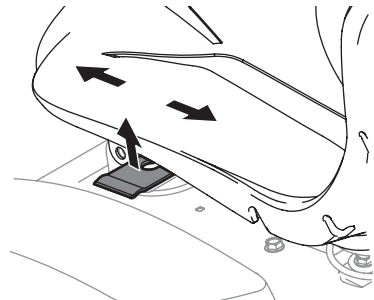

Figure 13
3. Relâchez le levier de réglage. Assurez-vous que le siège est bien verrouillé dans la position souhaitée avant de l'utiliser (Figure 13).